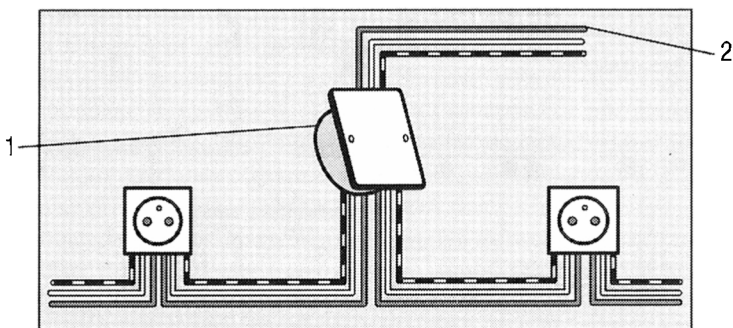

Рис. 2.76. Расключение в распределительных коробках:
**Расключение в распределительных коробках** — наиболее часто встречающийся вариант (рис. 2.76). Именно таким образом делалась разводка в советское время. Экономичный способ, не требующий особых затрат. В квартире щитка нет вовсе, он расположен на лестничной площадке. От такого общего питающего источника отходит квартирное ответвление. На нем в щитке стоят счетчик и автоматический выключатель (иногда — 1, иногда — 2—3, редко больше). Питающий кабель заходит в квартиру, затем при помощи распределительных коробок — в помещения, подходя к каждой точке. Можно сказать, что от распределительной коробки проводка идет к точкам «звездой».